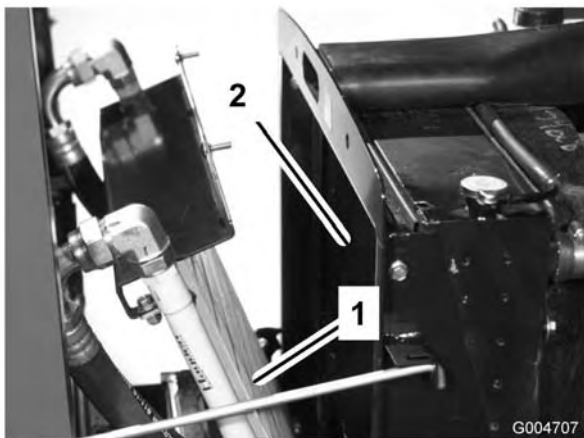

Figura 62
3. Gire el enfriador hacia atrás. Limpie a fondo ambos lados del enfriador de aceite y la zona del radiador (Figura 62) con aire comprimido.